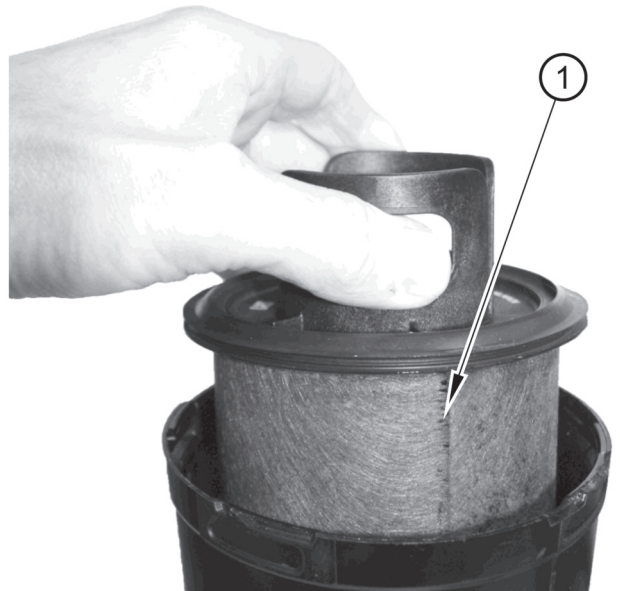

Figura 36
2. Rimuovere la cartuccia del filtro (figura 36 voce 1) e scartarla.